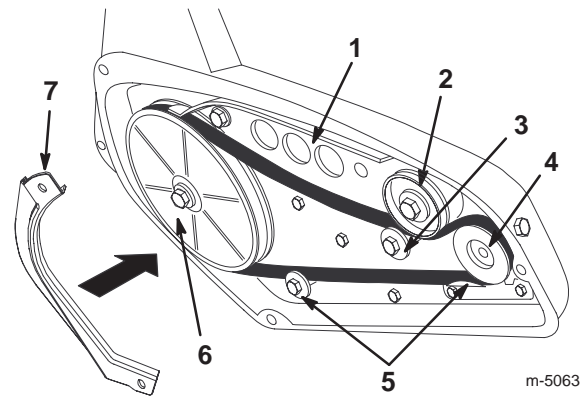

Bild 21
6. Entfernen Sie den alten Antriebsriemen von der Motorscheibe und der Spannscheibe (Bild 21).
7. Drücken Sie auf die Spannscheibe und nehmen Sie den alten Antriebsriemen von der Rotorscheibe ab (Bild 21).
8. Drücken Sie auf die Spannscheibe und führen Sie einen neuen Antriebsriemen um die Rotorscheibe ab (Bild 21).
9. Lassen Sie die Spannscheibe los und führen Sie den neuen Antriebsriemen um die beiden Riemenführungen, um die Motorscheibe und zwischen Spannscheibe und Rolle durch (Bild 21).
Wichtig Der Antriebsriemen muss sich an der Oberseite der Rolle und der beiden Riemenführungen befinden (siehe Bild 21).